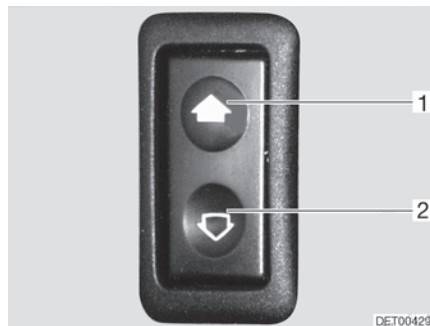

Bild 27 Schalter für elektrischen Fensterheber
*Öffnen:* ■ Schalter unten (Bild 27,2) drücken.
*Schließen:* ■ Schalter oben (Bild 27,1) drücken.